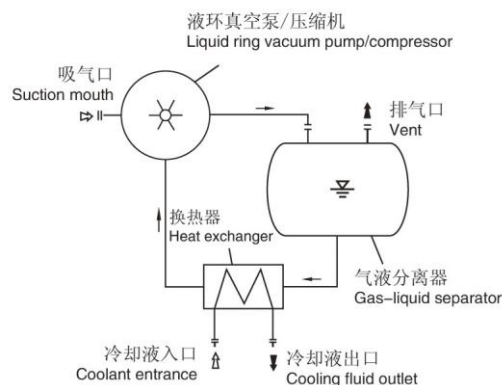

图2 液环真空泵闭环系统基本流程图
最基本的 2BW 系列液环真空泵/压缩机闭路循环系统如图 2：
- 1、工作液采用水或其它液体，被抽介质不回收。流程图如图 2